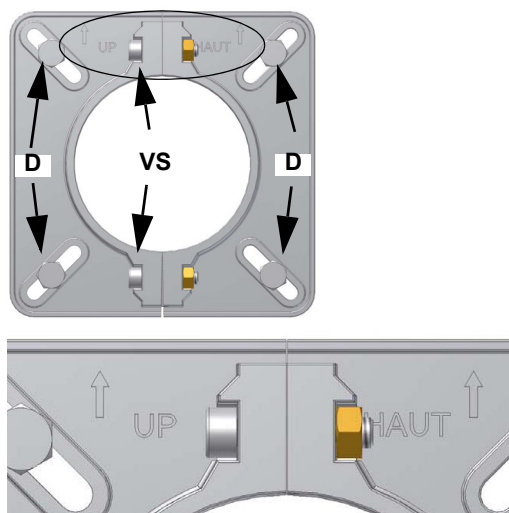

Fig. 2
- 4 in base al riferimento indicato in Fig. 2, fissare la flangia ai prigionieri della caldaia con i dadi **D**, senza stringerli completamente;